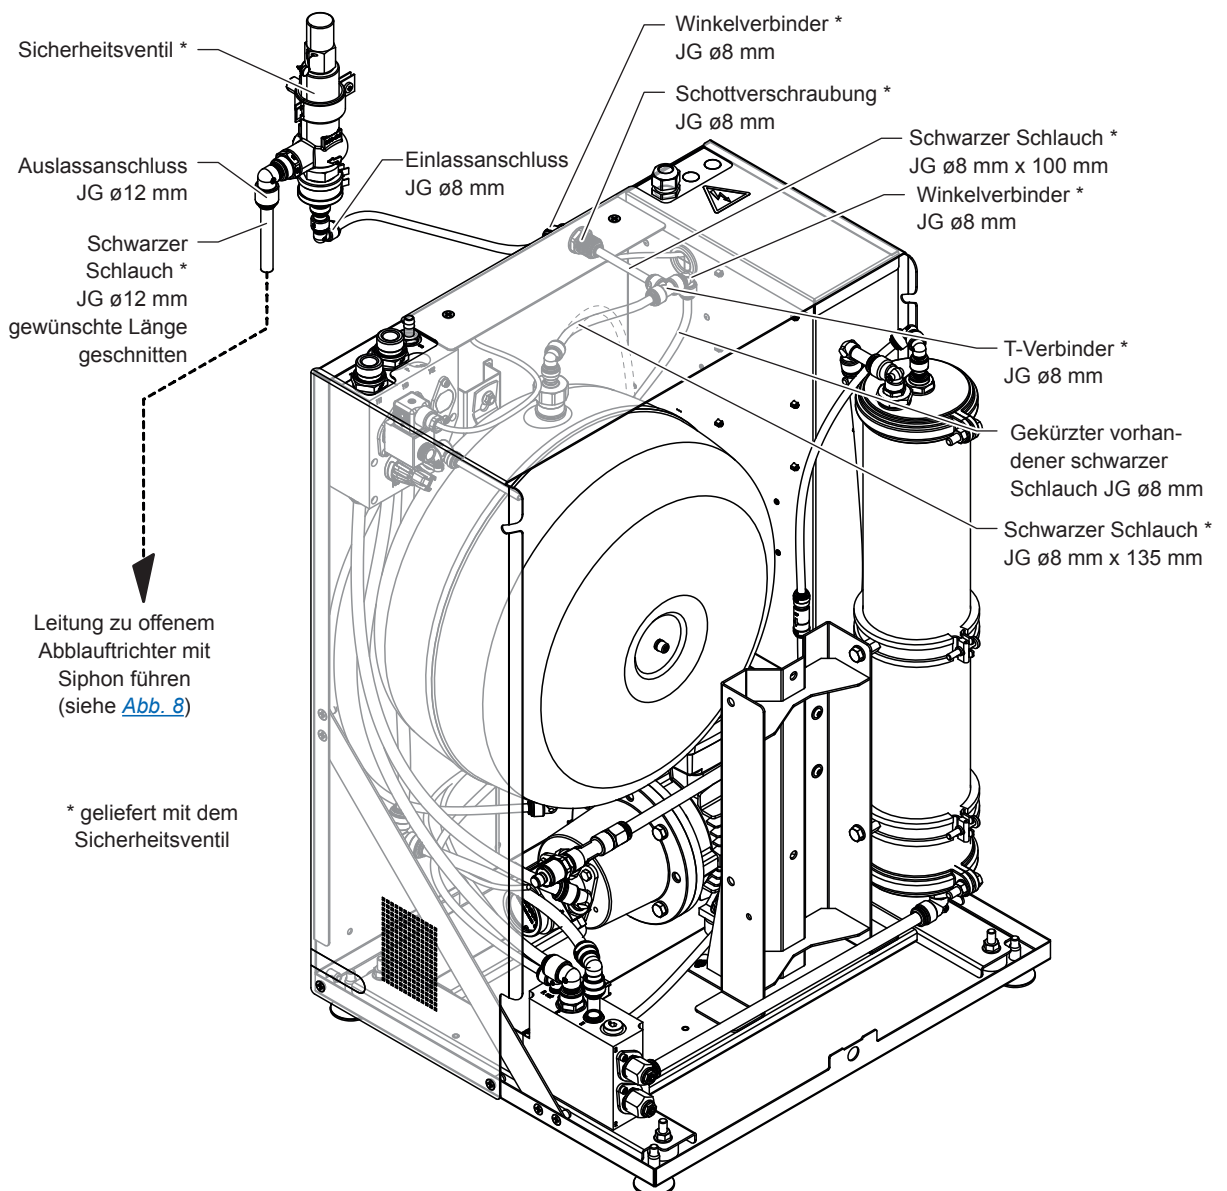

Abb. 15: Anschluss des Drucktank-Sicherheitsventils an das Condair RO-E(+) 40/100 Reinwassersystem (Abbildung zeigt RO-E 100)
4. Verbinden Sie den Ø8 mm JG T-Verbinder mit montiertem Winkelverbinder mit den in Abb. 15 gezeigten Schläuchen.